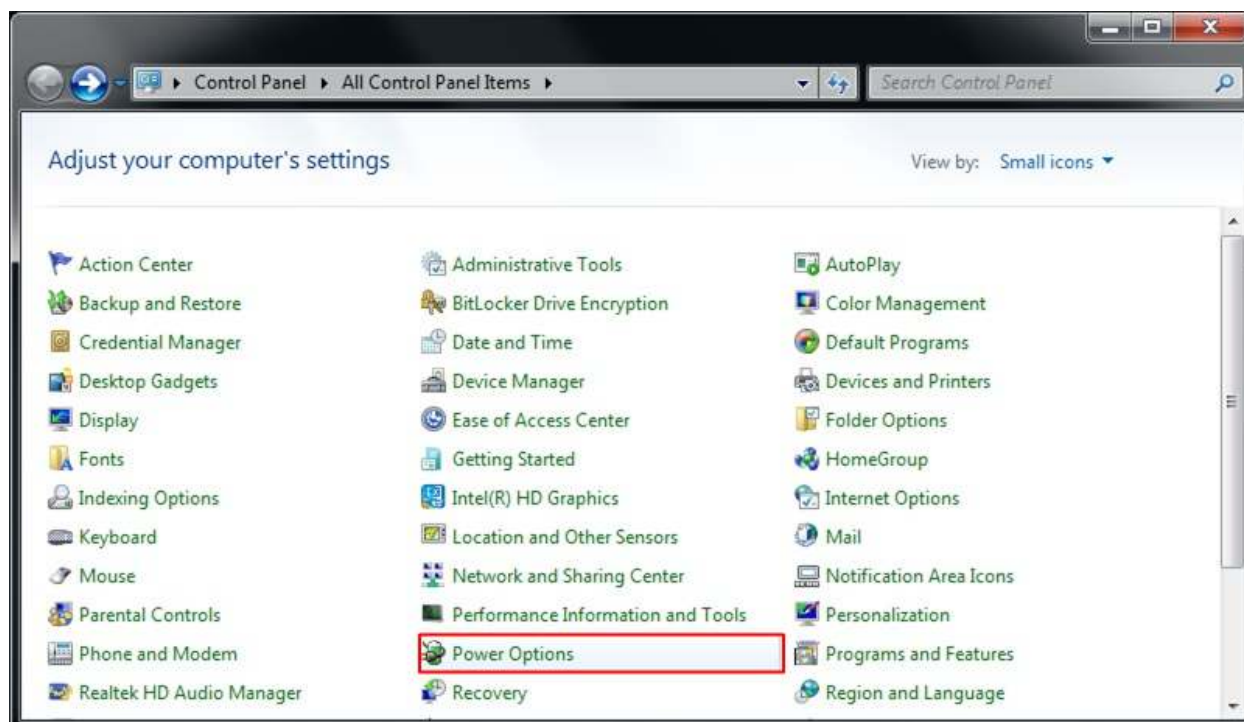

図 3-5: 電源オプション
- コントロール・パネルより図 3-5 のように電源オプションを選択します。